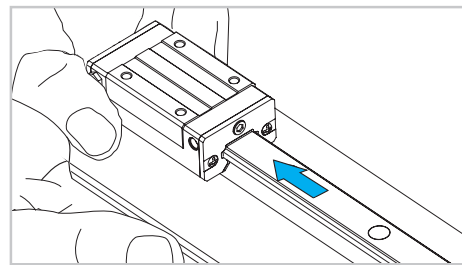

Рис. 10
7) Снять каретку с направляющей (рис. 10). Монтаж каретки направляющей осуществляется в обратной последовательности.